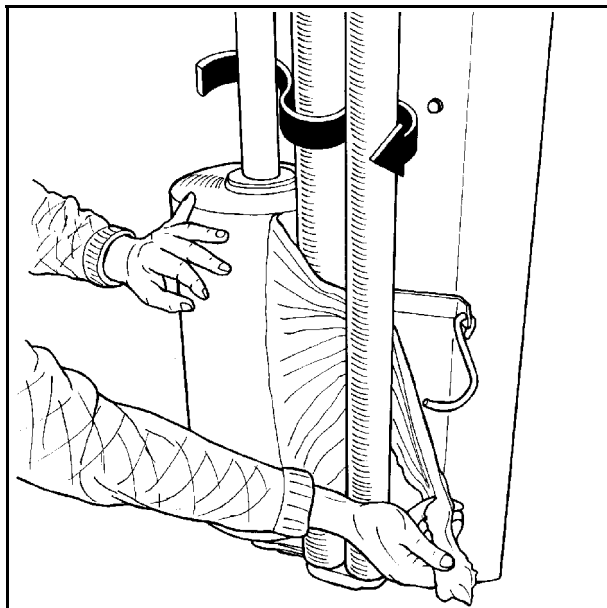

Fig. 5-2
5.3 Tre plasten mellom rollene på forstrekkeren etter pilens retning. (Se fig. 5-2).